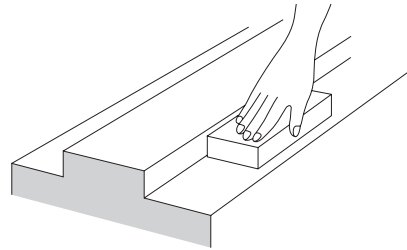

Abb. 21
- (1) Die Montageflächen mit einem Ölstein abziehen, Grate, Unebenheiten und Schmutz entfernen. (siehe Abb. 21)